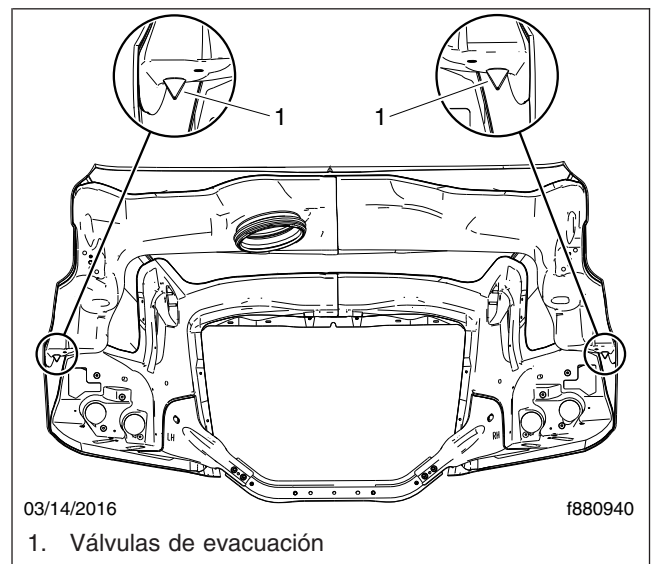

Figura 23.9, Válvulas de evacuación del capó (se muestra el interior del capó)
- 3.1 Inspeccione la válvula (o válvulas) de evacuación instalada(s) en el interior del capó y el filtro de aire. Asegúrese de que los labios de cada válvula estén libres de daños y flexibles, sin basuras, y que permanezcan cerradas durante la inspección. Vea la **Figura 23.9**.